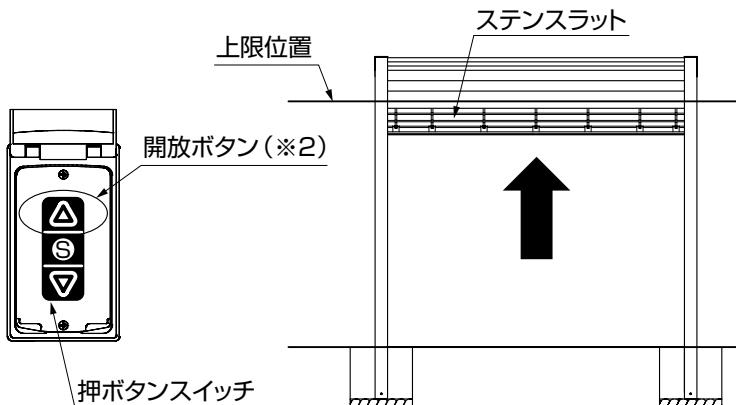

図15-2
- 押ボタンスイッチの開放ボタン(*2)を、シャッターが上限位置に上昇するまで押し続けてください。(図15-2参照)